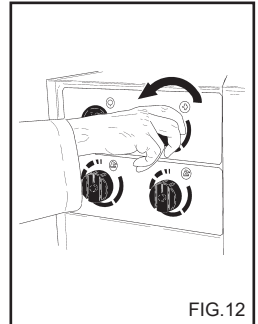

FIG. 12
El dispositivo regulador de presión (fig. 12) permite regular la presión de trabajo. Girando el botón C en el sentido de las agujas del reloj (B) (mínimo), se obtiene una reducción de la presión de trabajo.